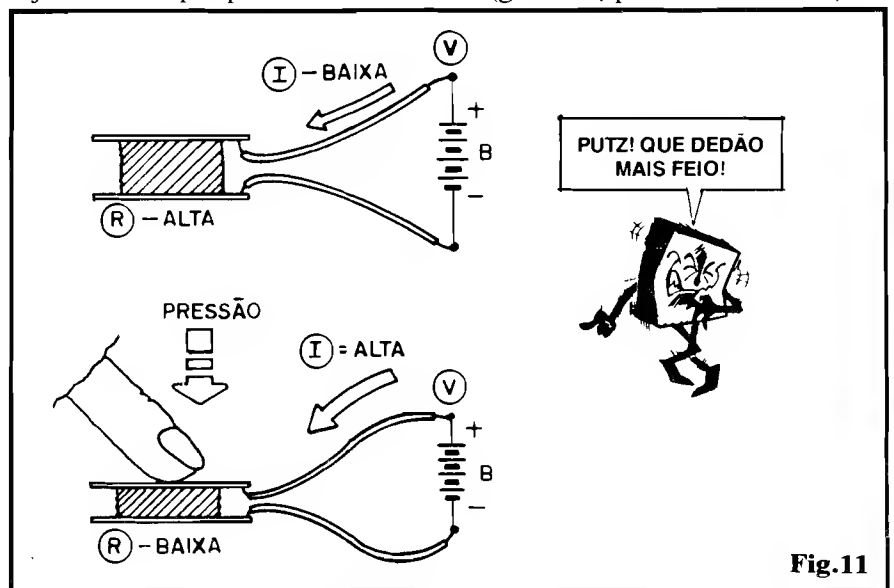

Fig.11
- FIG. 11 - Se o nosso PDR "home made" for submetido à uma Tensão "V", proveniente de pilhas ou bateria ("B"), circulará pelo dito "componente" uma Corrente "I" relativamente baixa, na condição de repouso (Resistência "R" alta...). Sob pressão, a Resistência "R" do PDR baixa, e a Corrente "I" fica proporcionalmente mais alta! O Leitor/"Aluno" imaginoso e inventivo não encontrará muitas dificuldades em criar "mil e uma" em cima desse fato elétrico... Na verdade, arranjos desse tipo podem funcionar